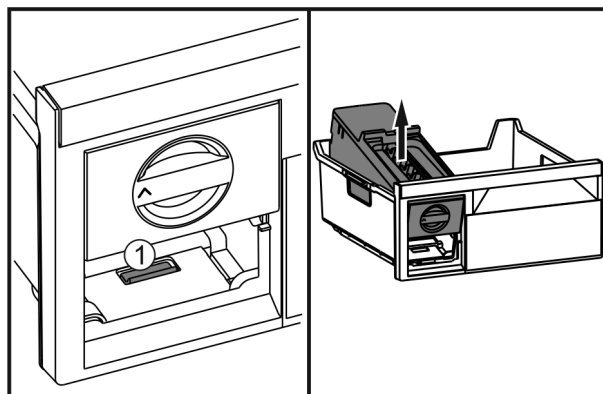

Fig. 47
- ▶ Wcisnąć nakładkę Fig. 47 (1), EasyTwist-Ice zdjąć od tyłu i wyjąć z szuflady zamrażalnika.